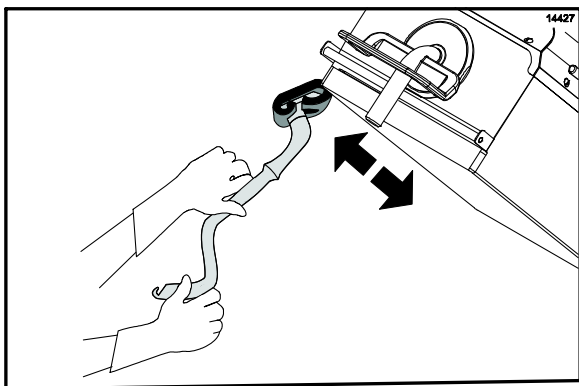

Figura 99
26. Esfregue as bordas externas dos platen direito e esquerdo. (Veja a Figura 99.)